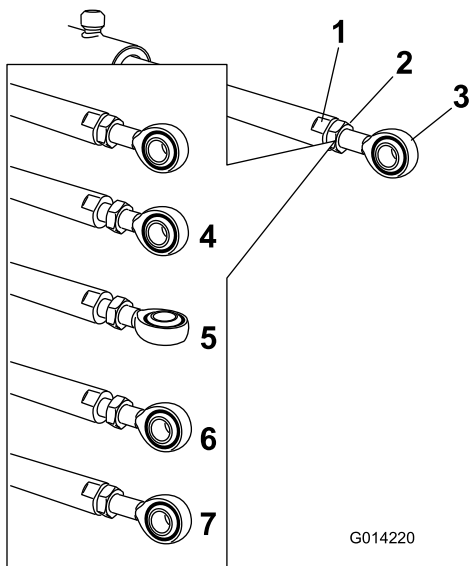

图 104
5. 在提升器杆的平整侧用扳手进行固定然后松开锁紧螺母使孔眼杆可以调整 图 104。
6. 转动提升器杆上的孔眼杆将延伸的提升器缩短或延长至所需的位置 图 104。